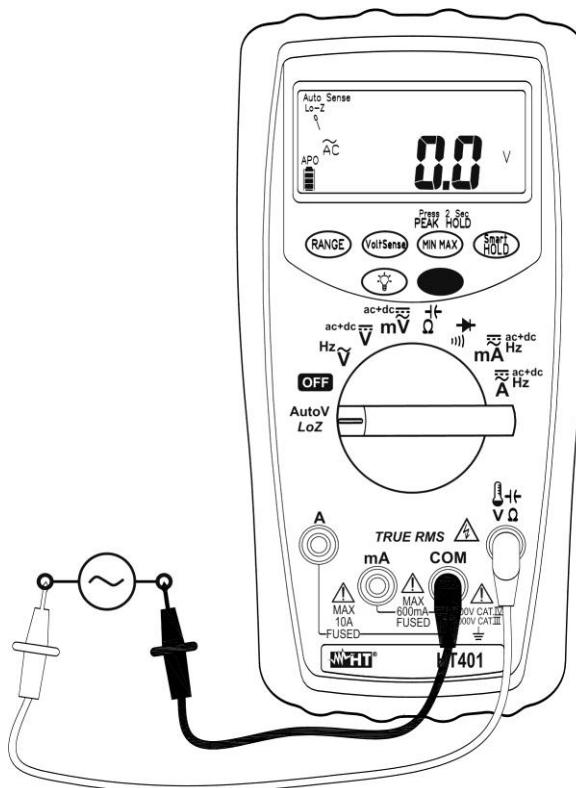

Abb. 4: AC Spannungsmessung (LoZ)
2. Verbinden Sie die rote Messleitung mit der **1FVΩ** Eingangsbuchse, und die schwarze Messleitung mit der **COM** Eingangsbuchse (siehe Abb. 4)